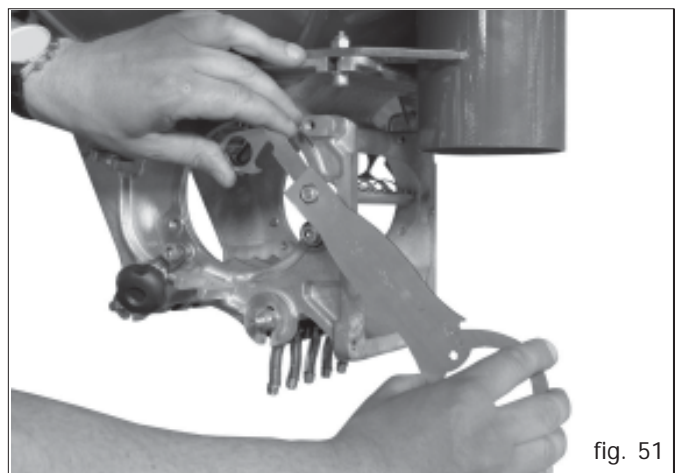

fig. 51
- 3) Aflojar las tuercas M8 (Fig. 51) con la llave multiuso en dotación.